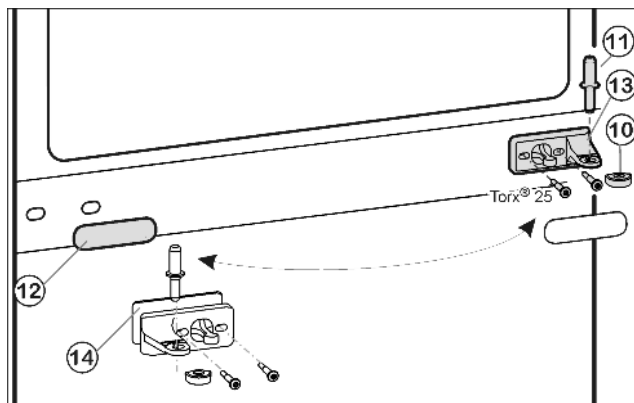
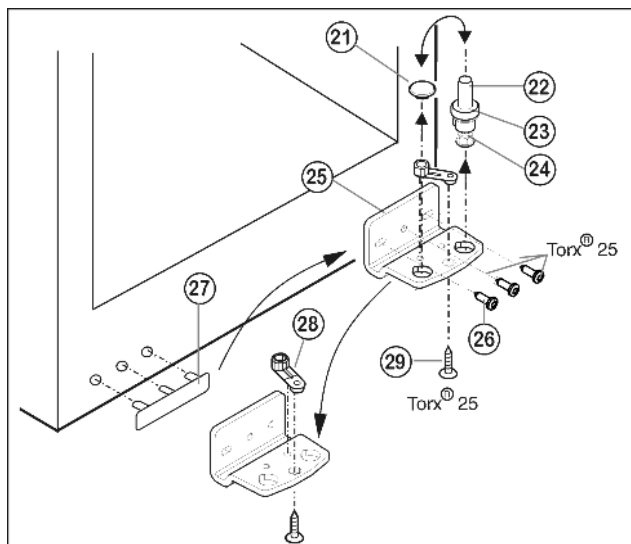

Fig. 8
Fig. 9
- Lagerbolzen Mitte Fig. 8 (11) aus dem Lagerbock und der unteren Tür herausziehen.
- Kunststoffkappe Fig. 8 (10) abziehen.
- Lagerbock Mitte Fig. 8 (13) abschrauben (2 mal Torx® 25).
- Abdeckblende Fig. 8 (12) vorsichtig abziehen.
- Lagerbock Mitte Fig. 8 (13) mit Unterlage Fig. 8 (14) um 180° gedreht auf die neue Scharnierseite **fest (mit 4 Nm)** anschrauben.
- Abdeckblende Fig. 8 (12) um 180° gedreht auf der neuen Griffseite wieder aufrasten.
- Lagerbolzen Fig. 9 (22) komplett, mit Scheibe Fig. 9 (23) und Stellfuß Fig. 9 (24), nach oben herausziehen.
- Stopfen Fig. 9 (21) abheben.
- Lagerbock Fig. 9 (25) abschrauben Fig. 9 (26).
- Lagerteil Fig. 9 (28) abschrauben Fig. 9 (29) und in das gegenüberliegende Aufnahme Loch des Lagerbocks umsetzen, wieder festschrauben.
- Griffseitige Abdeckung Fig. 9 (27) vorsichtig abheben und auf die Gegenseite umsetzen.
- Lagerbock Fig. 9 (25) auf der neuen Scharnierseite ggf. mit Hilfe eines Akkuschraubers **fest (mit 4 Nm)** wieder anschrauben.
- Stopfen Fig. 9 (21) in das andere Loch wieder einsetzen.
- Lagerbolzen Fig. 9 (22) komplett, mit Scheibe und Stellfuß, wieder einsetzen. Dabei darauf achten, dass der Rastnocken nach hinten zeigt.
- Untere Tür von oben auf Lagerbolzen unten Fig. 9 (22) aufsetzen.
- Die Kunststoffkappe Fig. 8 (10) wieder auf den Lagerbock Mitte Fig. 8 (13) aufsetzen.
- Lagerbolzen Mitte Fig. 8 (11) auf der neuen Scharnierseite durch den Lagerbock Mitte Fig. 8 (13) in die untere Tür einsetzen.
- Obere Tür auf den Lagerbolzen Mitte Fig. 8 (11) setzen.
- Die Türen eventuell über die beiden Langlöcher im Lagerbock unten Fig. 9 (25) und Lagerbock Mitte Fig. 8 (13) fluchtend zum Gerätegehäuse ausrichten. Dazu mittlere Schraube im Lagerbock unten Fig. 9 (25) herausdrehen.